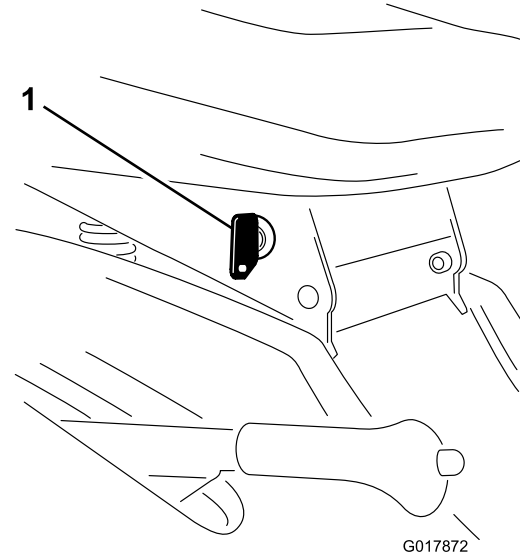

Figura 11
Se dovete utilizzare il comando delle lame (PDF) durante la retromarcia, escludete il microinterruttore di sicurezza agendo sull'interruttore KeyChoice, situato accanto alla staffa del sedile (Figura 11).
2. Inserite la chiave KeyChoice nell'interruttore (Figura 11).